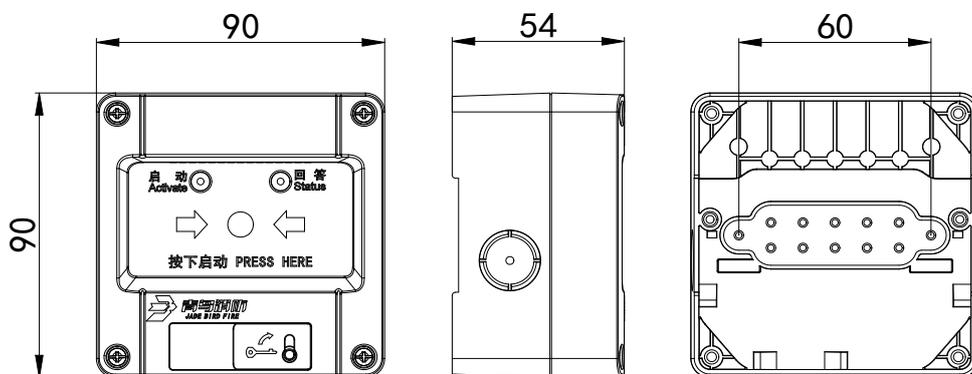

图 1 外形及安装尺寸图
- 布线施工后，通过预埋盒或使用膨胀螺栓将底座固定在墙上（使用 M4 螺钉），安装孔距为 60mm，外形及安装尺寸如图 1 所示。